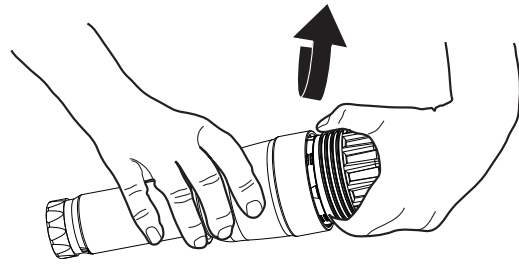

Figura 11
3. Enrosque el ensamble de copa en el tubo de extensión exterior. (Ver Figura 11).